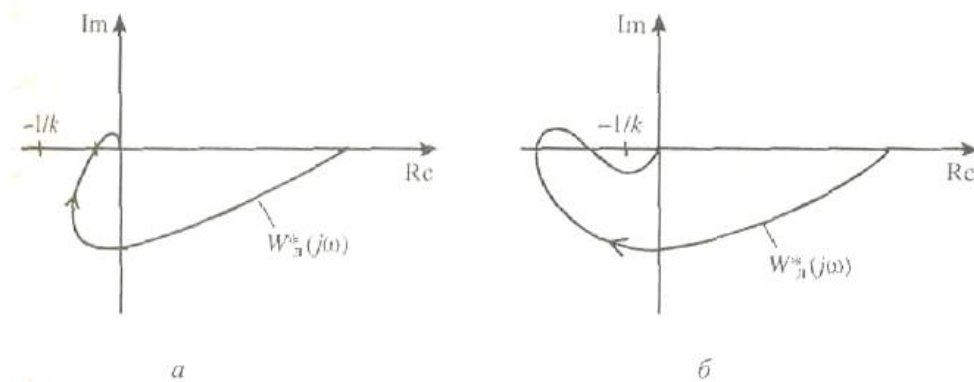

Рис. 3. Пример выполнения (а) и невыполнения (б) условий абсолютной устойчивости
На рис. 3,а приведен пример расположения  $W^*(jw)$ , соответствующего абсолютной устойчивости системы.
Если не выполняется условие (5), то видоизмененная амплитудно-фазовая характеристика линейной части  $W^*(j\omega)$  может иметь вид, показанный на рис. 3,б. В этом случае через характерную точку  $(-1/k, j0)$  невозможно провести прямую, соответствующую графической интерпретации теоремы.